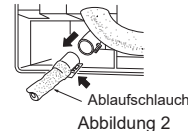

Abbildung 2
- Der Ablaufschlauch sollte nach unten gerichtet sein, um ein gutes Abfließen sicherzustellen. (Abbildung 2)
- 3) Ziehen Sie den Ablaufschlauch links hinten am Innengerät heraus. (Abbildung 2)